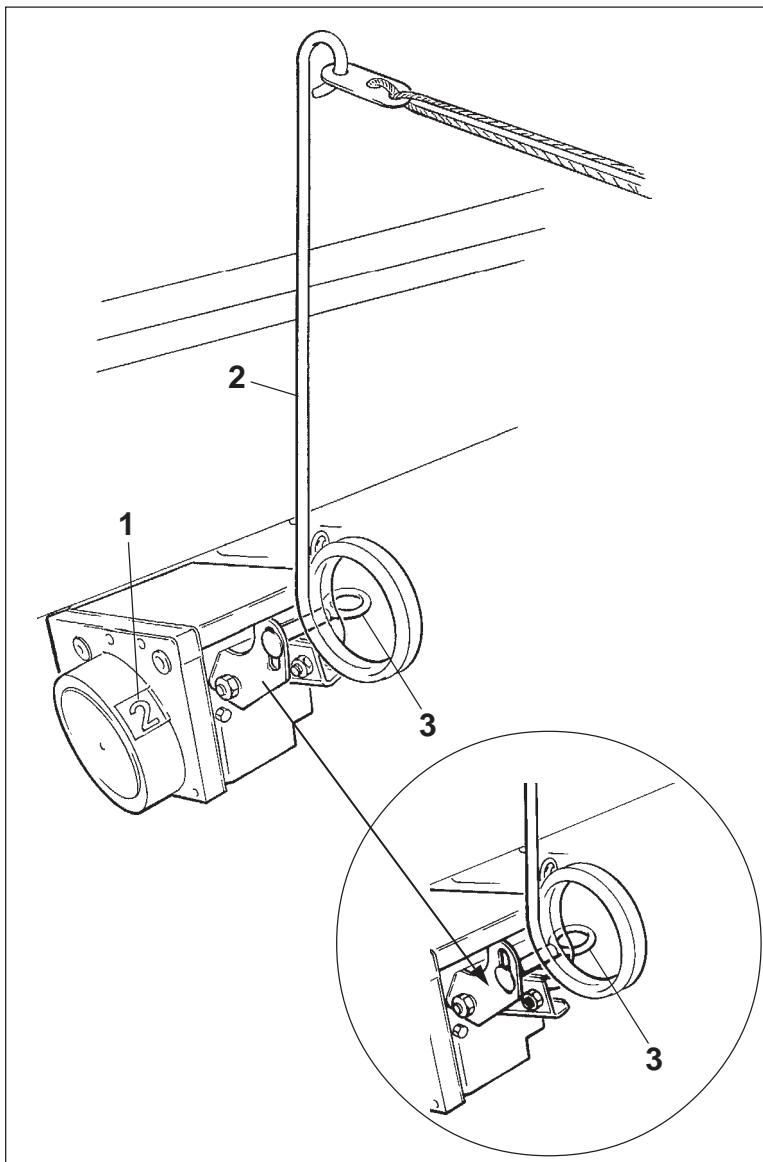
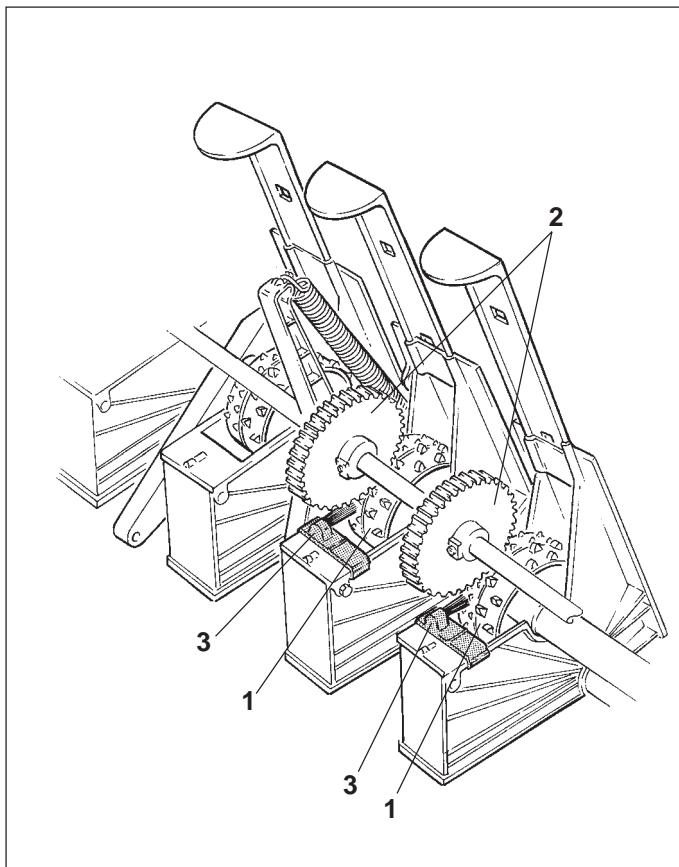
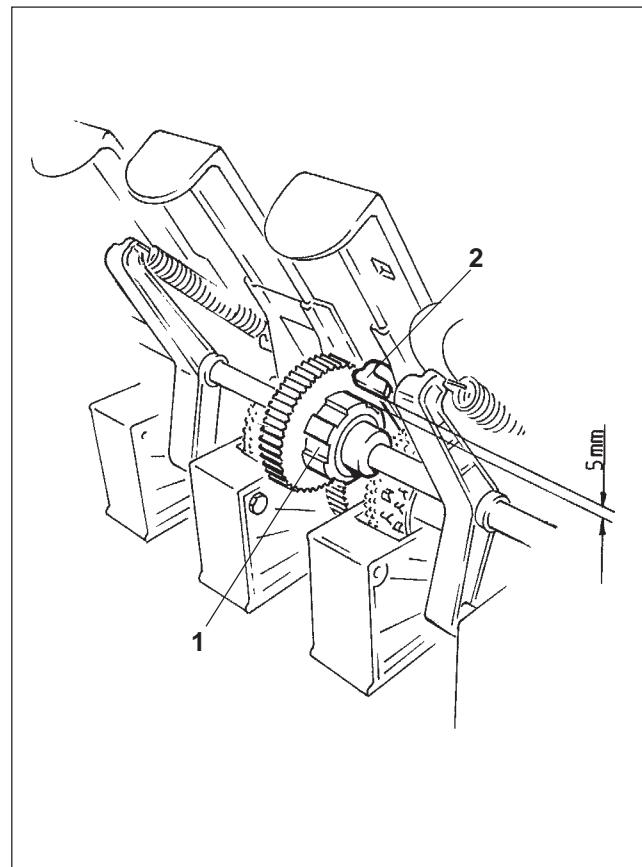

Рис. 13.4
Рис. 13.8
Рис. 13.9
Перед началом работы установите правильное число (Рис. 13.4/1) в устройстве для установки технической колеи. На следующих страницах Вы найдете примеры закладки технической колеи. Колонки "A" - "D" содержат в себе:
Переходите в колонке "C" на переключение устройства для установки технической колеи, установите число в колонке "D" под надписью "START" (СТАРТ) в смотровом окошке устройства для установки технической колеи. Выдвигайте рычаг управления (Рис. 13.4/2) столько, пока в смотровом окошке устройства для установки технической колеи не появится число. Рычагом Вы можете управлять из кабины трактора, если трос, прикрепленный к рычагу провести в кабину.
- Зажимный винт (Рис. 13.4/3) продвинуть вниз на столько, чтобы больше не было возможно переключение рычага управления (Рис. 13.4/2). Ослабленный зажимный винт (Рис. 13.4/3) после успешной установки снова затянуть.
**Если переключение высевающей катушки на закладку технической колеи отключено, число (Рис. 13.4/1) в устройстве для установки технической колеи не должно стоять на "0", так как иначе постоянно будет укладываться техническая колея.**
Высевающая катушка технической колеи (Рис. 13.8/1) может свободно вращаться на валике высевающего аппарата. Приводится в движение от шестерни (Рис. 13.8/2) только те высевающие катушки технической колеи, которые закреплены на промежуточном вале.
Промежуточный вал приводится в действие от валика высевающего аппарата. Оба вала соединены шестернями. Шестерня (Рис. 13.9/1) на промежуточном вале имеет сцепное устройство. При закладке технической колеи сцепное устройство прерывает привод промежуточного вала. Вступает в действие сцепное устройство при помощи сцепного рычага (Рис. 13.9/2), который соединен с устройством для установки технической колеи (Рис. 13.4).
Рычаг управления (Рис. 13.4/2) на устройстве для установки технической колеи втягивать и отпускать так часто, пока в смотровом глазке устройства для установки технической колеи не появится число "0".
При числе "0" сцепной рычаг (Рис. 13.9/2) входит в паз сцепного устройства, а промежуточный вал остается на месте. От высевающих катушек технической колеи (Рис. 13.8/1) семена не поступать не будут.
Рычаг управления устройства для установки технической колеи вытянуть и отпустить. Устройство для установки технической колеи переключится с "0" на "1". Сцепной рычаг (Рис. 13.9/2) отсоединяется от сцепного устройства и высевающие катушки технической колеи снова приводятся в действие при помощи шестерней на промежуточном вале. **Расстояние между сцепным устройством (Рис. 13.9/1) и сцепным рычагом (Рис. 13.9/2) должно составлять около 5 мм (см. Рис. 13.9).**
Повторите проверку, описанную выше. Переключите на следующее значение устройство для установки технической колеи, но не при помощи рычага управления (Рис. 13.4/2), но путем ввода в действие клапана управления в кабине трактора. Устройство для установки технической колеи переключается дальше при помощи гидравлического цилиндра.
Если сеялка долгое время стояла, необходимо проверить могут ли проворачиваться на валике высевающего аппарата высевающие катушки, которые используются для закладки технической колеи (Рис. 13.8/1).
На высевных коробках высевающих катушек технической колеи прикреплены щетки для мелкосемянных высевающих катушек (Рис. 13.8/3). Эти щетки очищают высевающую катушку для мелкосемянных культур, чтобы семенной материал не налипал между приводной шестерней и высевающей катушкой для мелкосемянных культур, в частности, при посеве рапса.